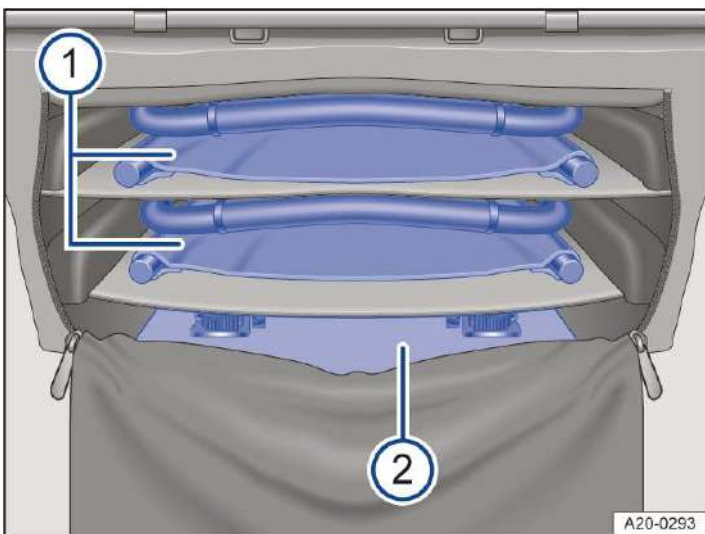

Abb. 2 In der Stautasche: Campingstühle und Campingtisch.
3. Campingtisch → *Abb. 2* (2) und Campingstühle → *Abb. 2* (1) nach hinten aus der Stautasche herausziehen → *Abb. 2*.